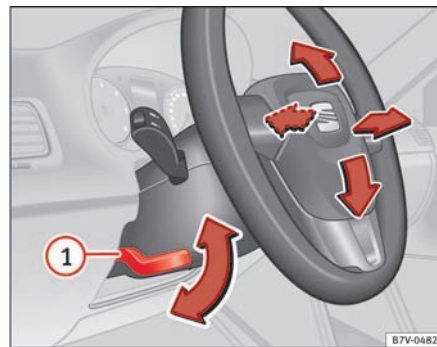

Fig. 125 Mekanisk indstilling af ratposition
- Drej armen ⇒ Fig. 125 ① nedad.